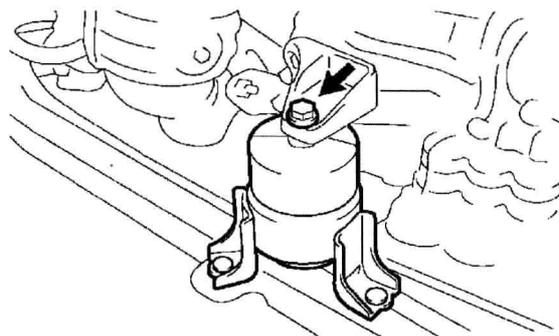

图 1-9 断开发动机安装隔热板 FR
(2) 拆卸螺栓，并断开发动机安装隔热板 FR，如图 1-9 所示。